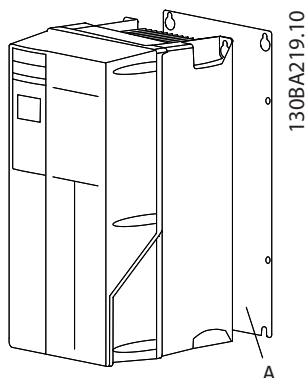
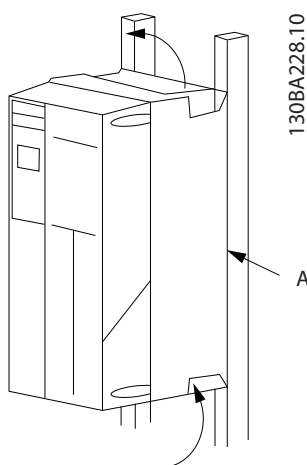

图 2.2 使用背板进行的适当安装
图 2.3 使用导轨进行的适当安装
- 为了提供冷却气流, 请将设备安装到实心平面或选配背板上 (请参阅 图 2.2 和 图 2.3)